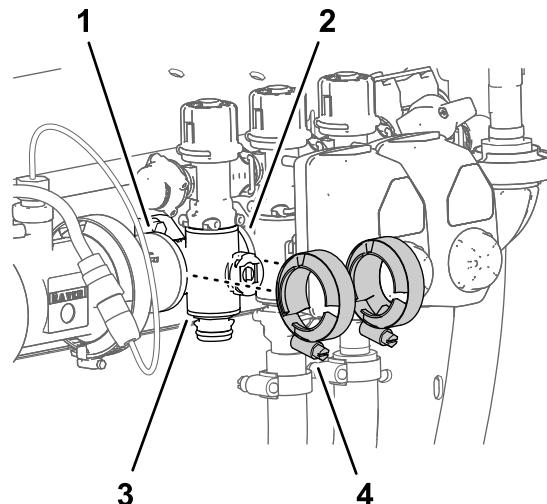

Bild 134
4. Befestigen Sie die Flanschklemmen, die Sie in Entfernen des Abschnittverteilerventils \(Seite 90\) entfernt haben, lose an den Flanschen des Abschnittventilverteilers und an den Flanschen der anderen Abschnittventile und/oder am Kupplungsadapter (Bild 134).
7. Ziehen Sie die zwei Flanschklemmen mit der Hand an (Bild 134).